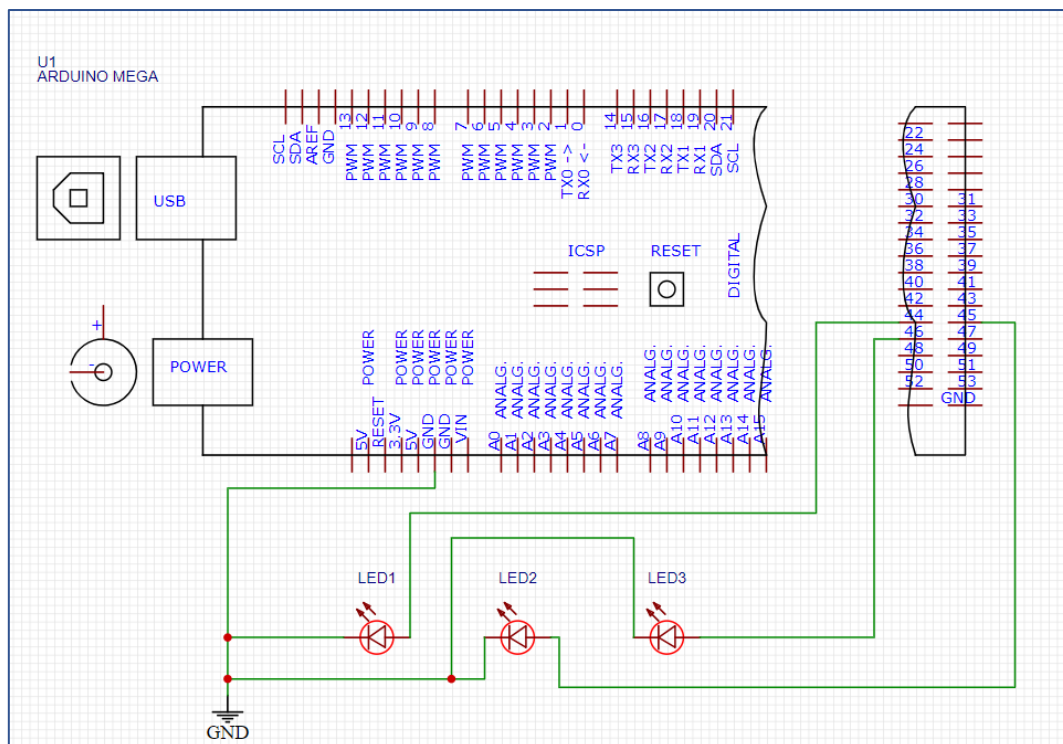

Figura 12 - Esquema elétrico do exemplo de uso da função `analogWrite()`
c. O esquema elétrico relativo ao exemplo é apresentado na Figura 12.